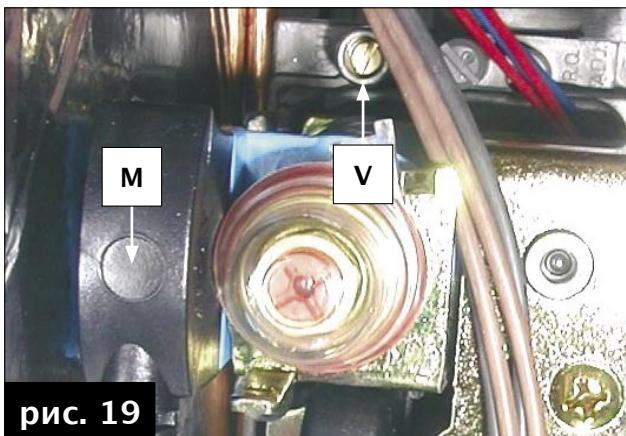

рис. 19
- подсоединить микроманометр к штуцеру IN (рис. 19) для проверки давления на входе газового клапана или к штуцеру OUT (точка V на рис. 19) для проверки и регулирования давления на горелке;
- снять разъем с бобины регулятора M (Рис. 19);